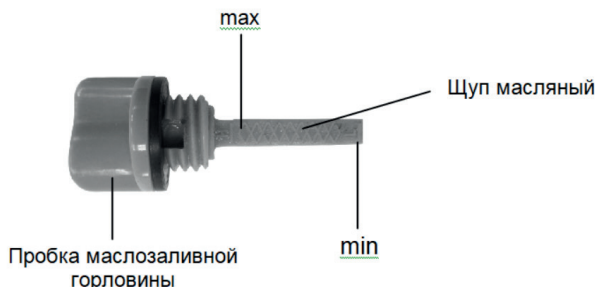

Рис. 18
3. Извлеките щуп и проверьте уровень масла. Он должен находиться между верхней и нижней отметкой контрольного щупа ближе к верхней отметке (max) (рис. 18). В случае необходимости долейте свежее моторное масло